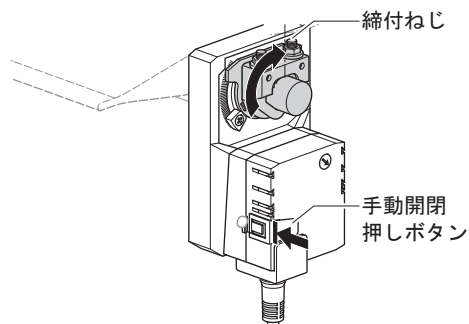

図6
- (3) 手動開閉押しボタンを押しながら、手動で締付ねじが垂直になる位置(図6参照)までダンパ操作器を操作します。